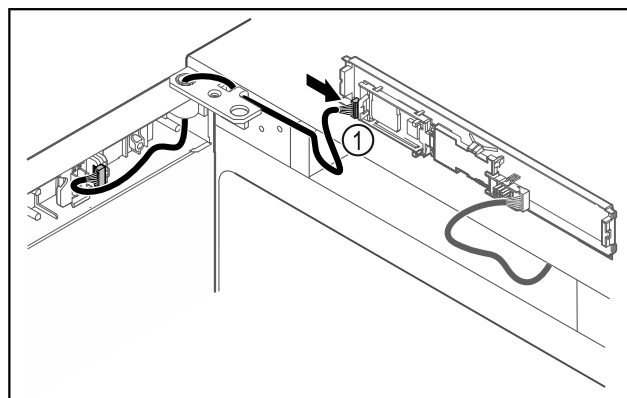

Fig. 46
- Подключите штекер Fig. 46 (1) к панели.